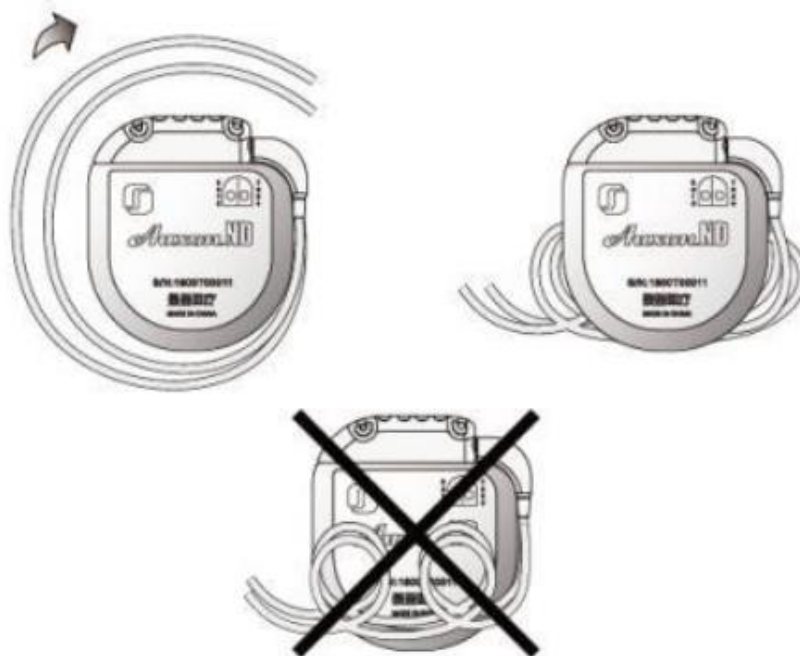

IMAGEN 4: Manipulación de extensión adicional.
- No haga bucles ni enrolle la extensión en la parte superior de la zona donde se encuentran las marcas de identificación grabadas en el IPG. Envuelva cualquier exceso de la extensión alrededor del perímetro del IPG o colóquela en la parte posterior del IPG (Imagen 4).